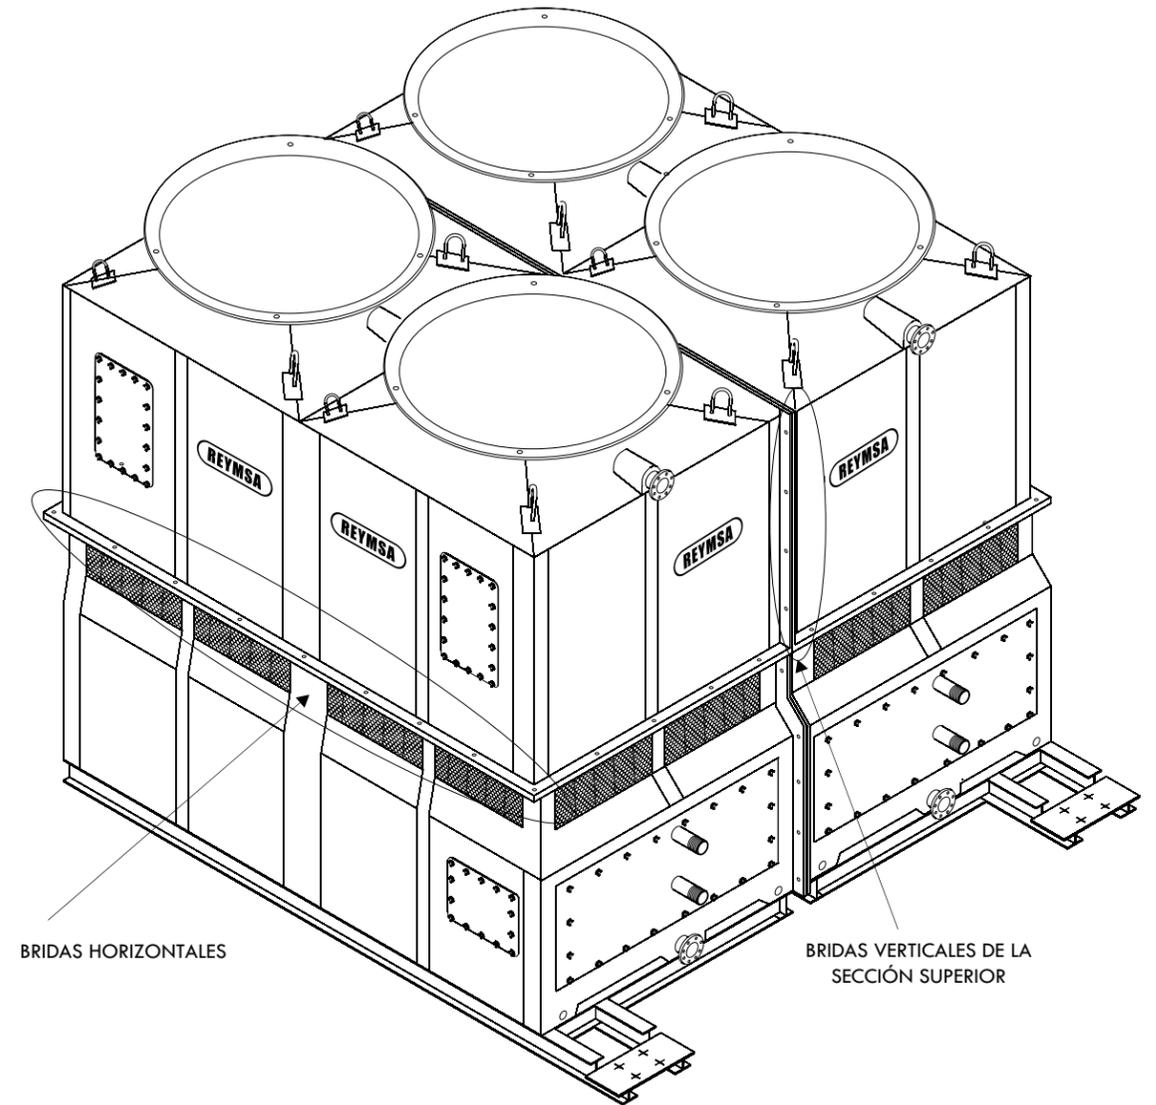

Figura A-25: Sección superior 1 y 2 de una torre de cuatro ventiladores en plano
- L. Ahora, con las dos secciones superiores juntas, proceda a atornillar y asegurar las bridas horizontales con la tornillería de acero inoxidable suministrada por REYMSA. Ver Figura A-25.